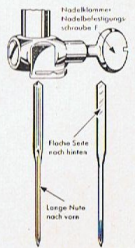

Abb. 4
**Einsetzen der Nadel** (Abb. 4). Man lasse die Nadelstange die höchste Stellung einnehmen und löse die Nadelbefestigungsschraube F mit der rechten Hand. Dann nehme man die Nadel in die linke Hand, und zwar so, daß die flache Seite (s. Pfeil Abb. 4) nach hinten bzw. die lange Nute nach vorn zeigt, und führe sie von unten nach oben so weit in die Nadelklammer ein, bis sie anstößt. Danach ziehe man die Schraube F wieder an.